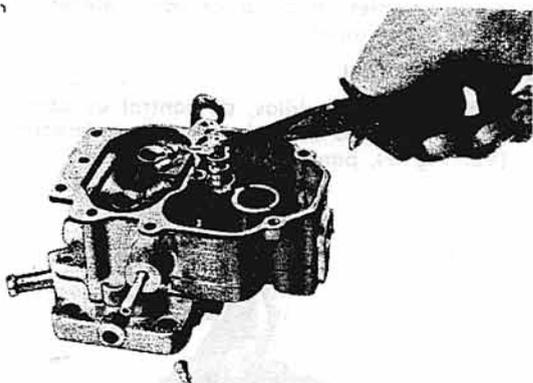

Fig. 6. - Desmontaje y montaje del pistón de sobre alimentación.
6. Levante el seguro del perno de oxilación de los flotantes y seguidamente todo este conjunto (Ver Fig. 5). Desmonte la aguja y de sobre-alimentación de combustible, destornillando previamente el tornillo de sujeción de las mismas. Extraiga el conjunto citado juntamente con el pistón que controla el funcionamiento de las agujas, hacia afuera del carburador. Saque el resorte del pistón ubicado en el interior del pequeño cilindro. (Ver Fig. 6). Retire también la junta del fondo del cilindro de sobre-alimentación.